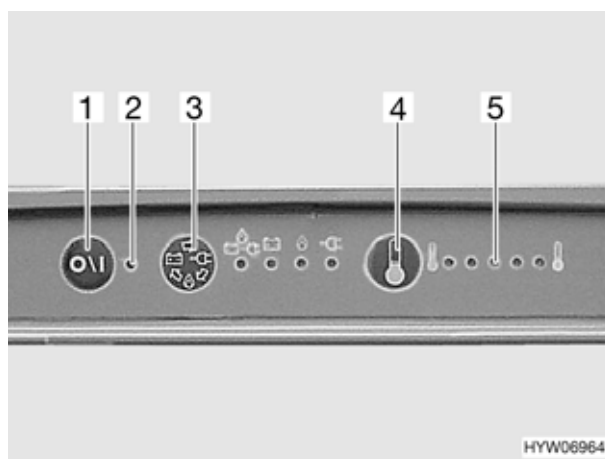

Fig. 134 Elementi di comando del frigorifero
Se l'alimentazione a 230 V non è allacciata e il motore del veicolo è spento, il sistema SES seleziona il rifornimento di gas. Selezionando il funzionamento a gas, il dispositivo di sicurezza si apre automaticamente, così che il gas possa fluire al bruciatore. Contemporaneamente si inserisce l'accenditore elettronico. Se la fiamma del gas si spegne, per esempio a causa di un colpo di vento, l'accenditore viene subito azionato riaccendendo il gas. In caso di guasto del funzionamento a gas, la luce spia (Fig. 134,2) diventa rossa e lampeggia.
- Nelle aree di servizio è vietato l'uso di impianti a fiamma viva. Nel caso in cui la sosta duri più di 15 minuti, il frigorifero deve essere spento tramite il tasto (Fig. 134,1).
Dopo l'accensione il frigorifero seleziona automaticamente la regolazione intermedia del termostato. Questa regolazione può essere modificata manualmente tramite il tasto (Fig. 134,4). I diodi (Fig. 134,5) indicano la temperatura selezionata sul termostato. Con tale tasto viene regolata la temperatura di refrigerazione per tutti i tre tipi di funzionamento. Ci vogliono alcune ore prima che il frigorifero raggiunga la temperatura normale di esercizio. Cambiando la modalità di funzionamento la regolazione del termostato non viene modificata. La temperatura di raffreddamento è indipendente dal tipo di energia utilizzata.
- Premere il tasto (Fig. 134,1). La luce spia (Fig. 134,2) diventa verde.
- Regolare la temperatura di refrigerazione tramite il tasto (Fig. 134,4). I diodi (Fig. 134,5) indicano la temperatura selezionata sul termostato.
In caso di guasto del funzionamento a gas, la luce spia (Fig. 134,2) diventa rossa e lampeggia.
Con il tasto (Fig. 134,3) è possibile selezionare manualmente la fonte di energia. Ad ogni pressione sul tasto, la fonte di energia è selezionata nella seguente sequenza:
- Premere il tasto (Fig. 134,1). La luce spia (Fig. 134,2) si spegne.